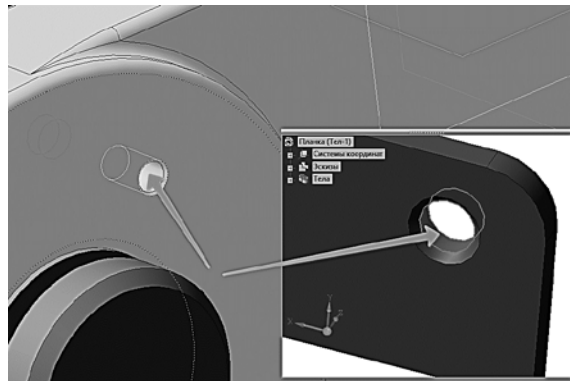

Рис. 39. Выбор элементов деталей «Вилка» и «Планка» для сопряжения «соосность»
2.5.4 Наложите сопряжение **Соосность**  между правой парой граней (рис. 39).